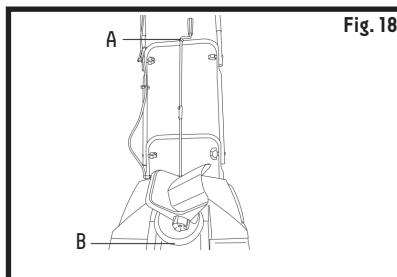
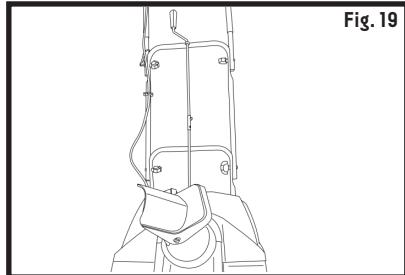

Fig. 18
Fig. 19
1. La goulotte d'éjection peut être réglée à 180° en tournant la manivelle de la goulotte. Tournez la manivelle dans le sens horaire pour déplacer la goulotte d'éjection vers la gauche (fig.18) et dans le sens antihoraire pour la déplacer vers la droite (fig.19).
REMARQUE : Un peu de lubrifiant, tel que du WD-40, assurera un fonctionnement plus en douceur de la goulotte (pulvérisez le lubrifiant aux points A et B comme indiqué à la fig. 18).